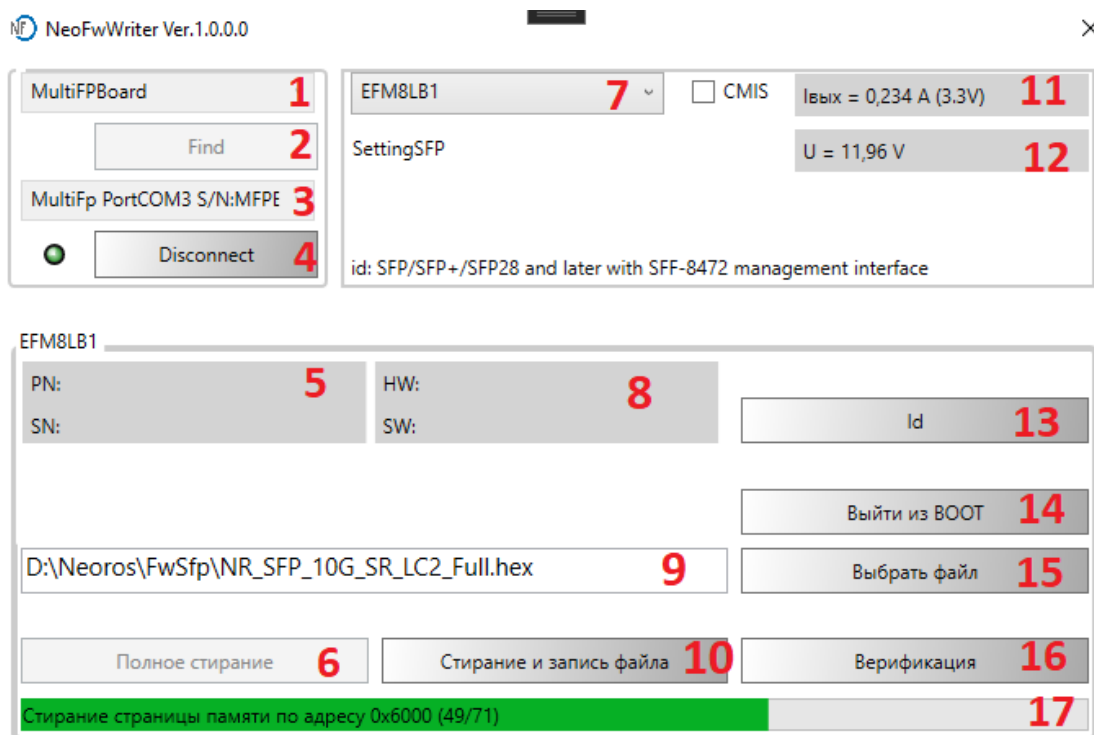

Рисунок 2. Элементы интерфейса
- 2.1. Главное окно программы разделено на три основные зоны управления. Для удобства работы элементы интерфейса пронумерованы на прилагаемом скриншоте (Рисунок 2).